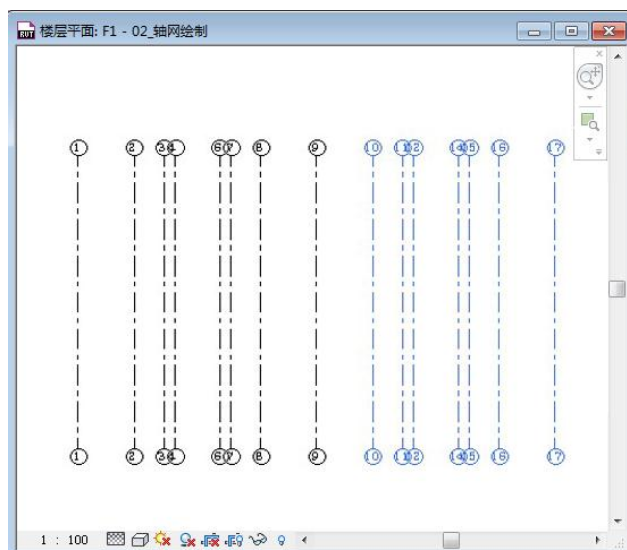

图 1-18
- 4) 10-17号轴线与1-9号轴线间距相同,因此采用复制的方式快速绘制。从右下角向左上角交叉选择2-9号轴线,单击功能区“复制”工具,光标在1号轴线上任意位置单击作为复制的参考点,光标水平向右移动,在9号轴线上单击完成复制操作,生成10-17号轴线,完成(如图1-18所示)。